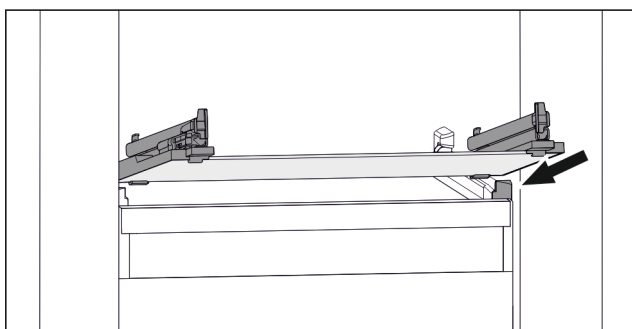

Fig. 28 Eksempel på fremstilling av glassplaten
- Sett glassplaten på skrå bak stopperne. (se Fig. 28)